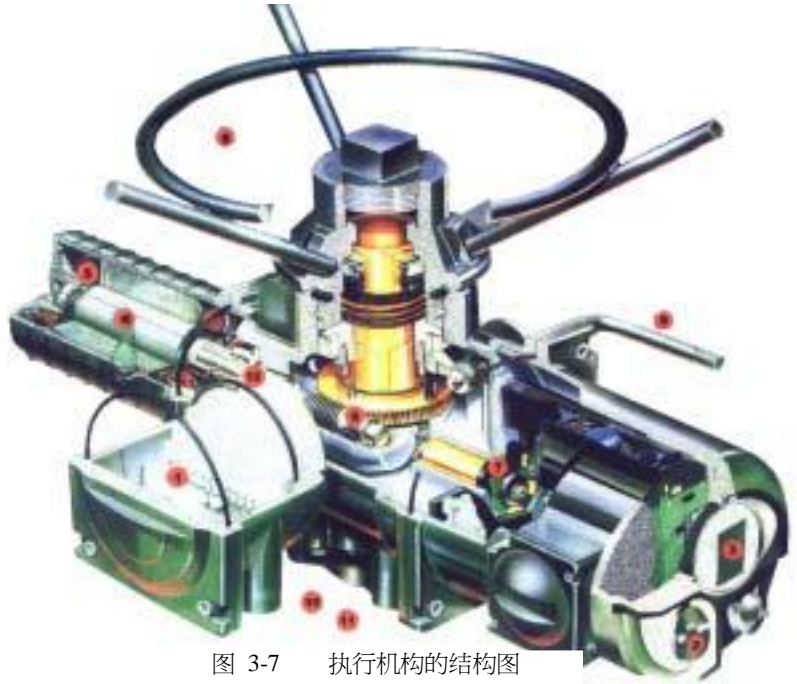

图 3-7 执行机构的结构图
3.2.10 执行机构先进、可靠的结构（见图 3-7） a.即使在现场将接线端盖打开，单独密封的端子箱也可保证电动装置的完整性。 b.现场操作控制继电器和工作方式采用隔离的磁激励方式，避免了需要密封的贯通轴。 c.就地显示窗可以变换不同方位，以适应执行机构的安装方位。另外，通过密封的显示窗，使用专用的红外遥控器对执行机构进行设定和诊断，不需要在现场打开电气箱而暴露内部的控制电路，防止了灰尘和潮气的侵蚀。 d.低惯量高转矩电机。电机启动后能够迅速达到峰值转矩，非励磁时几乎没有超限运动，电机线圈内装有精确的温度继电器，可以有效地避免电机处于过热状态。 e.特殊设计的固态电路检测执行机构的转矩，避免了使用转矩控制的弹簧继电器和杠杆。 f.蜗杆在油浴槽内驱动蜗轮，可最大限度地提高不同环境下执行机构的寿命。